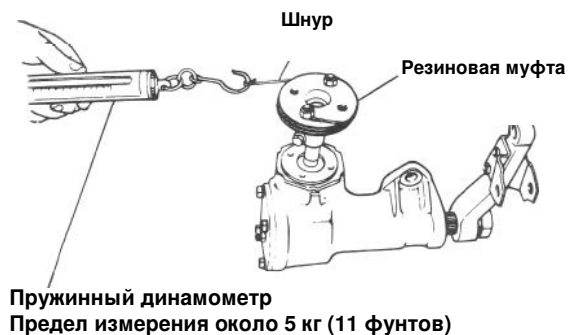

Рис. 18-21
4) После регулировки момента начала вращения проверьте рабочий момент во всем диапазоне, поворачивая вал от крайнего левого до крайнего правого положения (рис. 18-21).